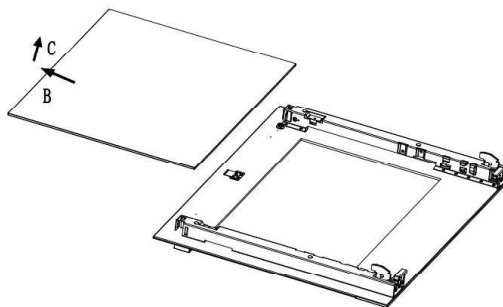

Fig 9
4. Nehmen Sie das mittlere Glas heraus (Abb. 9).